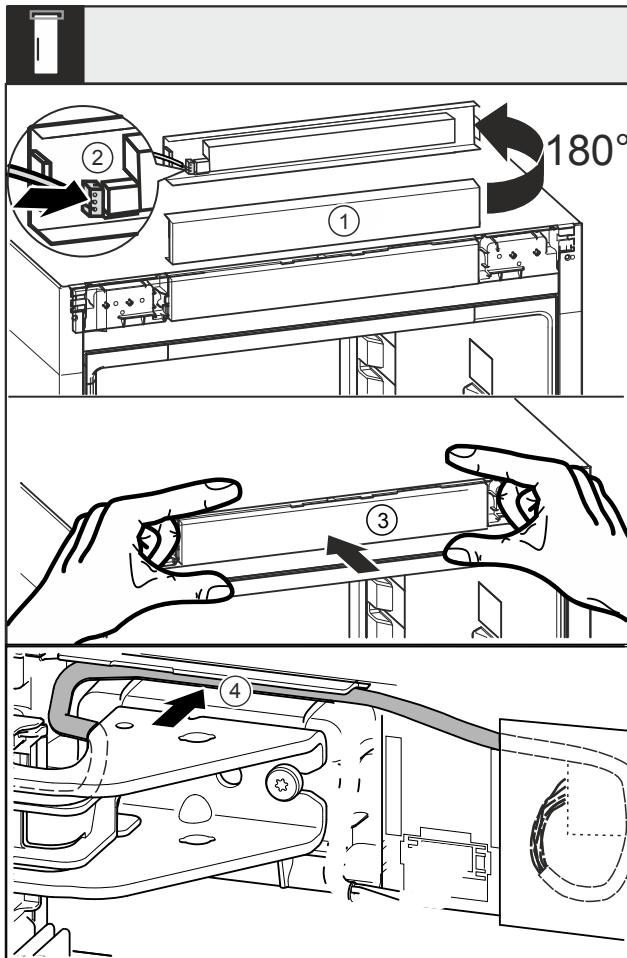

Fig. 40
- Blende *Fig. 40 (1)* um 180° nach oben drehen.
- Stecker *Fig. 40 (2)* an der Bedienteilblende einrasten.
- Blende *Fig. 40 (3)* wieder am Gerät einrasten.
- Kabel vorsichtig in der Führung *Fig. 40 (4)* über dem oberen Lagerbock verlegen.